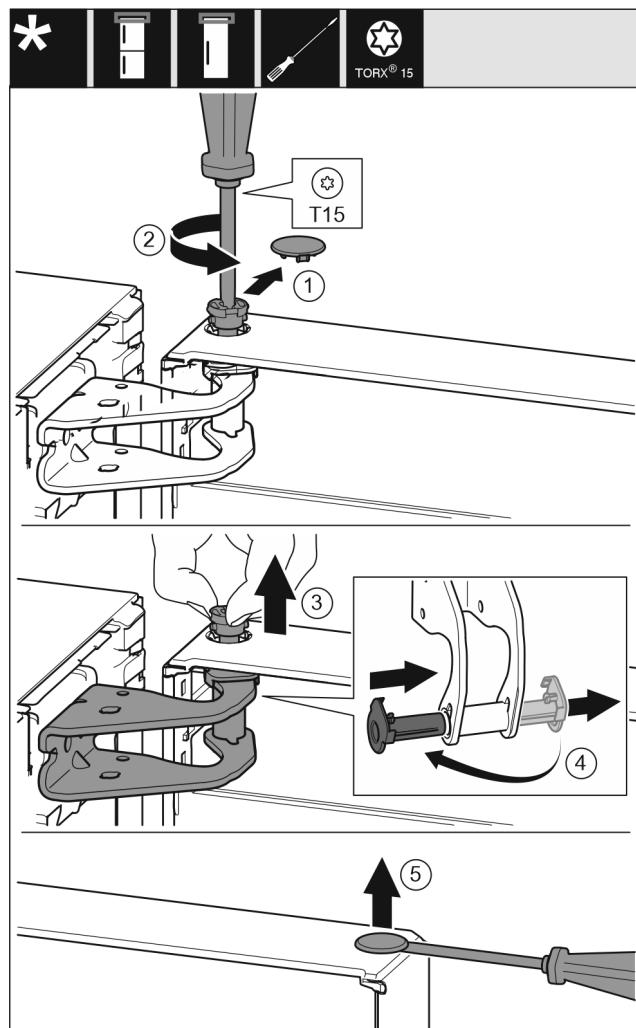

Fig. 6
- ▶ Свалете внимателно предпазния капак. Fig. 6 (1)
- ▶ С отвертка T15 отвийте малко болта. Fig. 6 (2)
- ▶ Задръжте здраво вратата и изведете болта с пръсти. Fig. 6 (3)
- ▶ Извадете лагерната втулка от водача. Поставете от другата страна и фиксирайте. Fig. 6 (4)
- ▶ С плоска отвертка внимателно повдигнете тапата от лагерната втулка на вратата и я изведете. Fig. 6 (5)